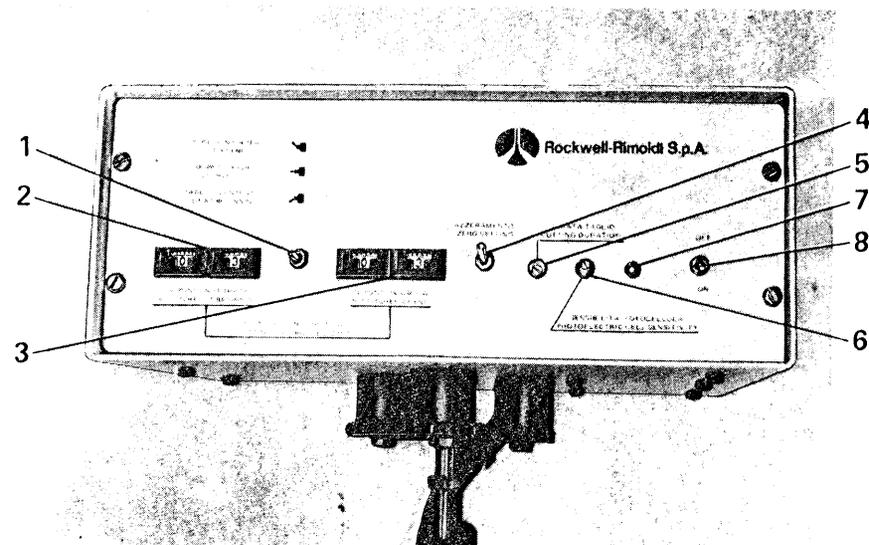

Fig. 1
2) Ruotare completamente in senso antiorario la vite del potenziometro 6 (fig. 1)